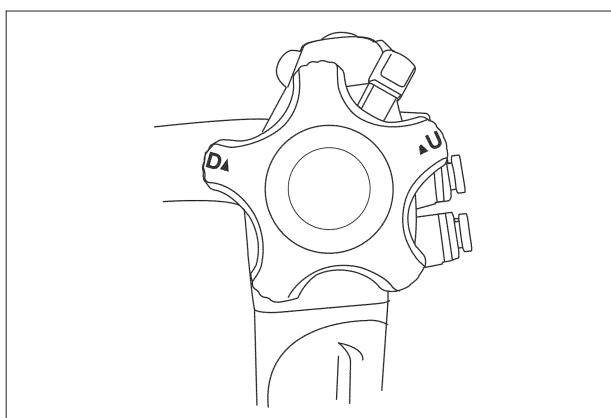

Рис. 3.7
4. Если ручка управления изгибанием вводимой трубки ВВЕРХ/ВНИЗ установлена в нейтральное положение, как показано на рис. 3.7, убедитесь, что изгибаемая часть плавно возвращается в приблизительно прямолинейное положение (только для GIF-N180).